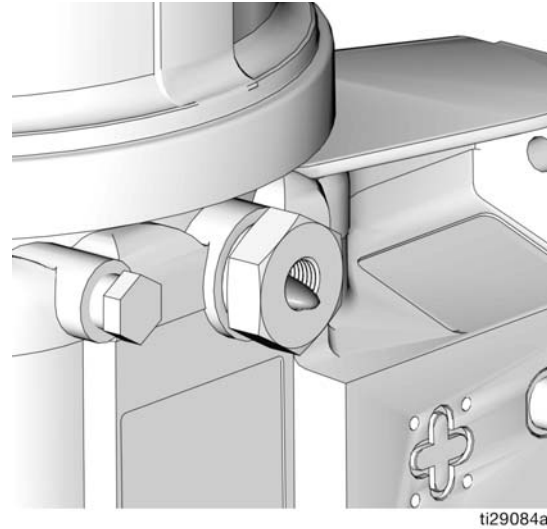

図 27
2. エレメント取り付け金具からエアの無い潤滑材が排出されるまでのみポンプの運転を行って下さい (図 27)。